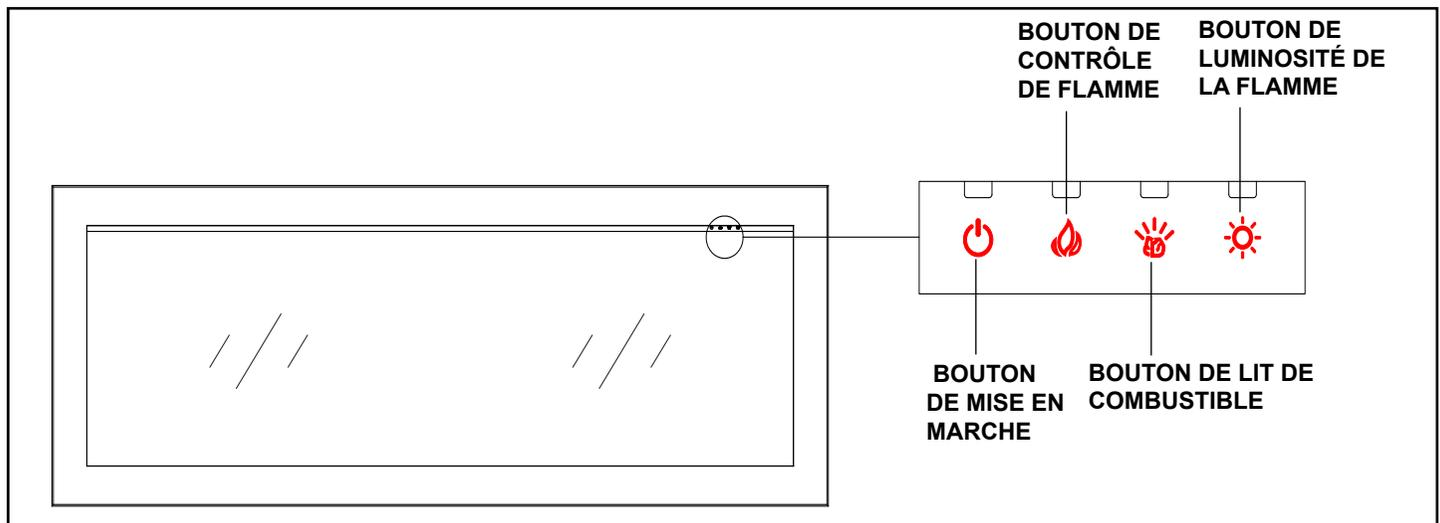

Figure 5.1 Fonctionnement manuel
L'appareil peut être commandé à la fois par la télécommande et par les boutons manuels situés sur l'appareil. Une fois que l'appareil est alimenté en électricité, vous pouvez appuyer sur le bouton d'alimentation et un signal sonore se fait entendre lorsque l'appareil s'allume. Voir la figure 5.1.
- La télécommande doit se situer à environ 4,9 m (16 pi) et être pointée directement sur le devant de l'appareil. Pour de meilleurs résultats, pointez la télécommande vers l'emplacement du récepteur distant. Voir la figure 5.1.